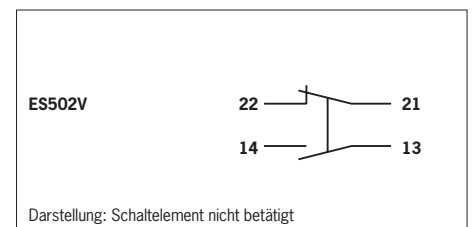

Bild 2: Schaltelement und Anschlussbelegung
3. Anschließen und Klemmen anziehen (Kontaktbelegung siehe Bild 2).